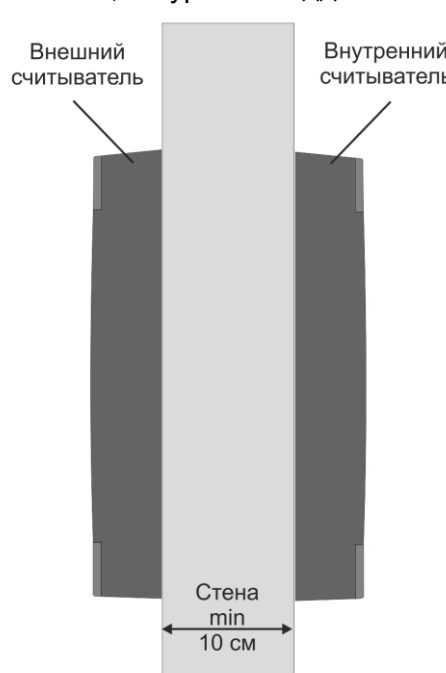

Рисунок 3. Крепление считывателей на одном уровне
- При установке считывателей на одном горизонтальном и вертикальном уровне (рисунок 3) толщина стены должна быть не менее 10 сантиметров.